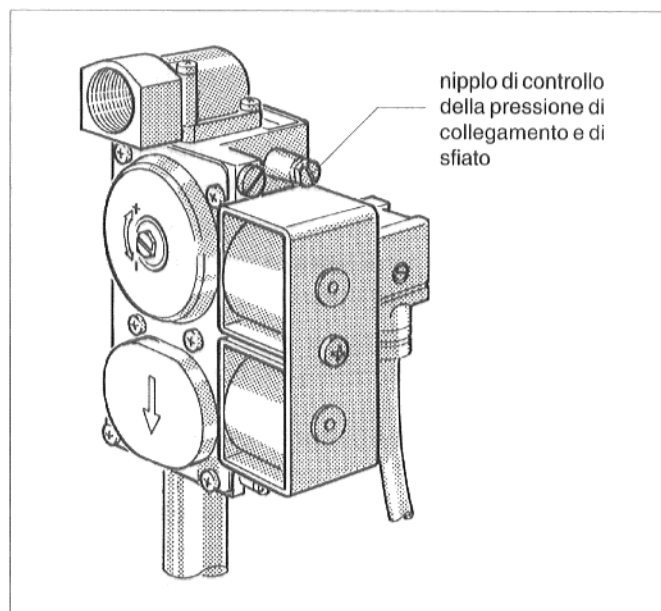

Fig. 29: Apparecchiatura bruciatore "SIT" 830 Tandem
- Allentare di due giri la speciale vite di chiusura del nipplo di prova per la pressione di collegamento all'apparecchiatura del bruciatore (Fig.29 fino 31); in caso di "SIT" 830 Tandem togliere il tappo a vite.